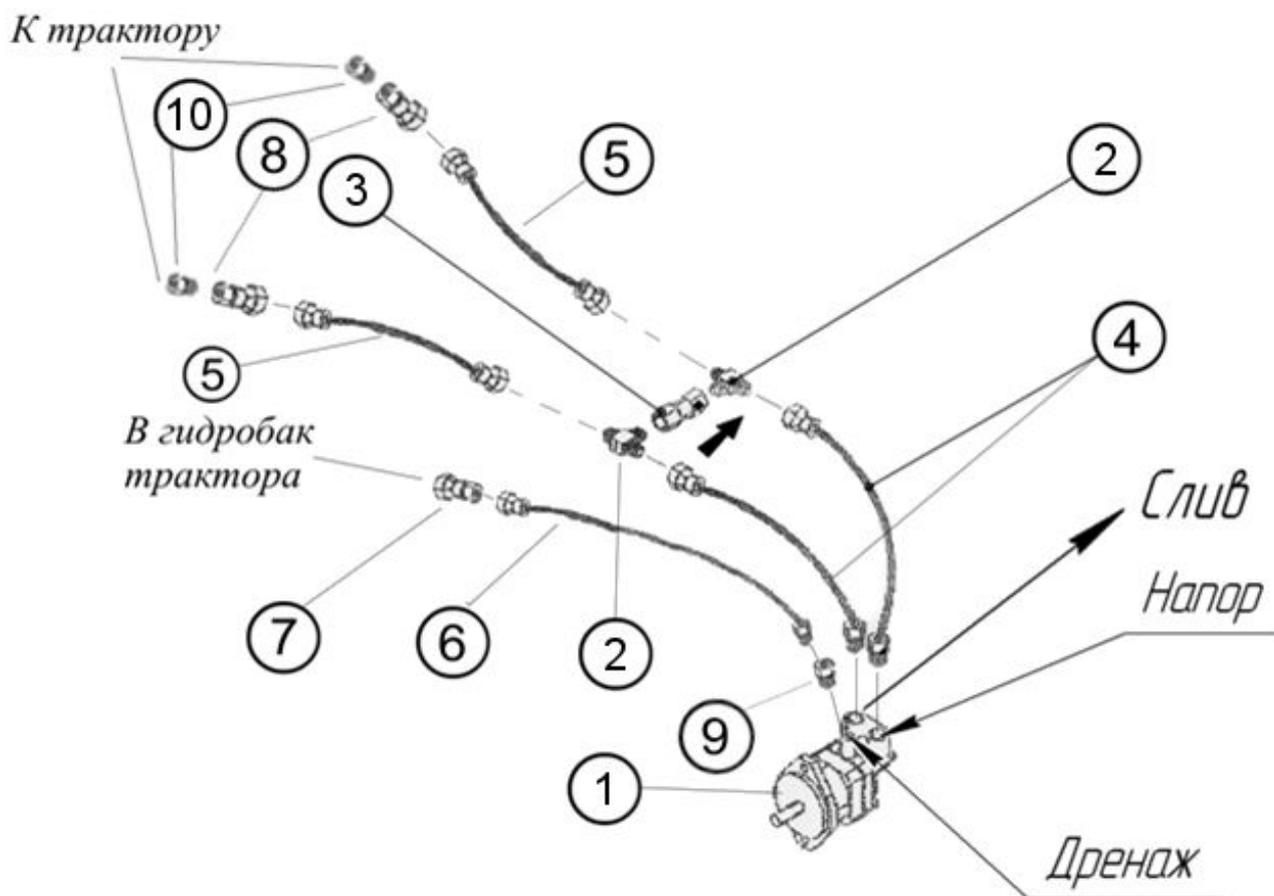

Рис. 4.9.1. Гидропривод вентилятора на ПК-4,8Б «Кузбасс»
4.9.1. Установите элементы системы гидропривода вентилятора согласно рис. 4.9.1 – для посевного комплекса. Номера узлов и деталей см. в табл. 4.9.1. соответственно и на бирках. Детали поз.1,2,3,5 уже установлены на бункере на заводе изготовителе.
Примечание. Возвратный клапан (поз.3) устанавливать по направлению стрелки из полости «Слив» в полость «Напор» как показано на рис. 4.9.1. В зависимости от поставки, на клапане выбита «стрелка» или «точка» по направлению пропускания масла через клапан. Клапан служит для предотвращения резкого стопорения крыльчатки вентилятора при отключении гидросистемы трактора.